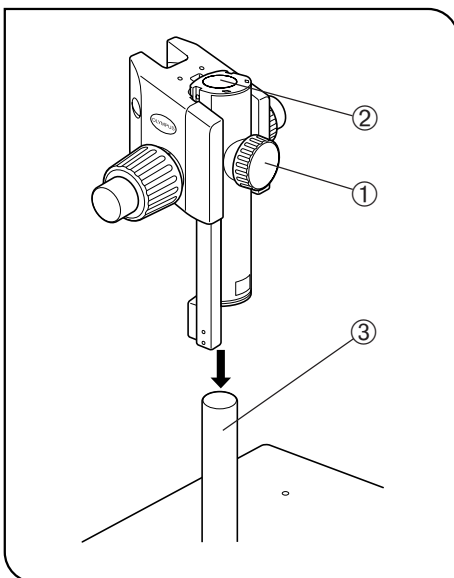

Fig. 5
2 Montage de l'unité de mise au point (Figs. 5, 6)
1. Desserrer complètement la molette de blocage de l'unité de mise au point ①. Introduire la colonne ③ dans le trou de montage ② tout en maintenant l'unité de mise au point avec les mains. (Fig. 5)
2. Insérer l'unité de mise au point jusqu'à la position d'arrêt et la bloquer en position à l'aide de la molette de blocage du corps du microscope ①. (Fig. 5)